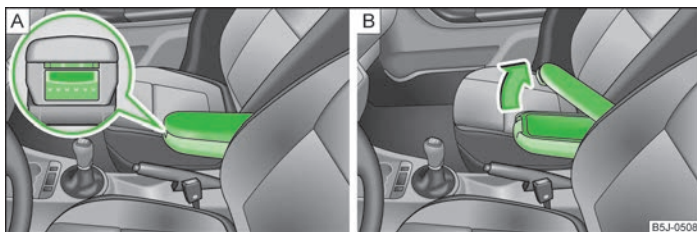

Fig. 68 Cotiera: Compartimentul de depozitare/Deschiderea compartimentului de depozitare
- Apăsăți tasta inferioară de pe partea frontală a cotierei » fig. 68 - [A].
- Apăsăți tasta superioară și rabatați înspre în sus capacul compartimentului de depozitare » fig. 68 - [B].